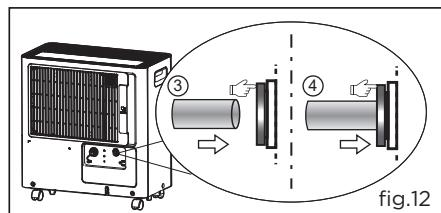

fig.12
- Tout en insérant le tuyau de drainage sur le raccord de drainage, maintenez la pression sur l'anneau. Assurez-vous qu'il est bien connecté afin qu'il soit complètement en place;(fig.12)